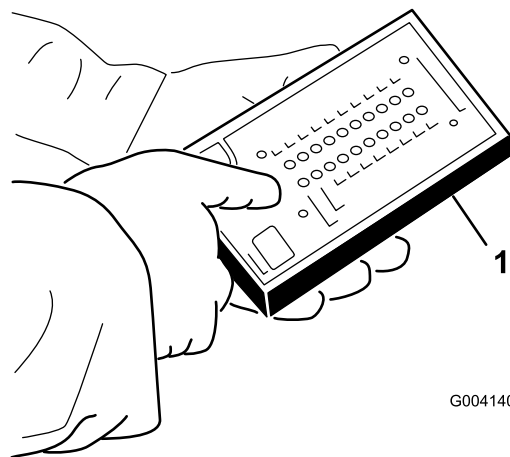

图 37
5. 将 ACE故障诊断器 接头连接至线束接头 (图 37)。